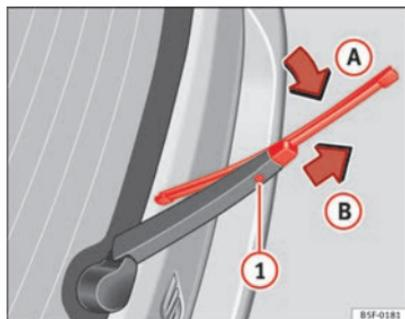

Fig. 160 Remplacement du balai d'essuie-glace arrière.
- Faites pivoter légèrement le balai d'essuie-glace ⇒ fig. 160 (flèche A).
- Laissez appuyée la touche de déverrouillage ① et tirez en même temps sur le balai dans le sens indiqué par la flèche B. ▶